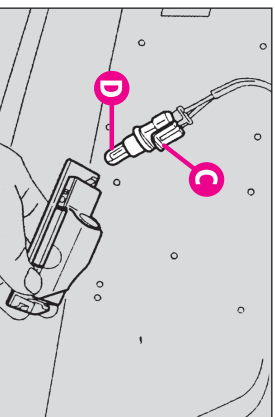

fig.57
-scoateți suportul de bec (C-fig. 57) rotind ușor, și înlocuiți becul (D-fig.57)
-puneți la loc suportul de bec (C-fig.57) rotind ușor;